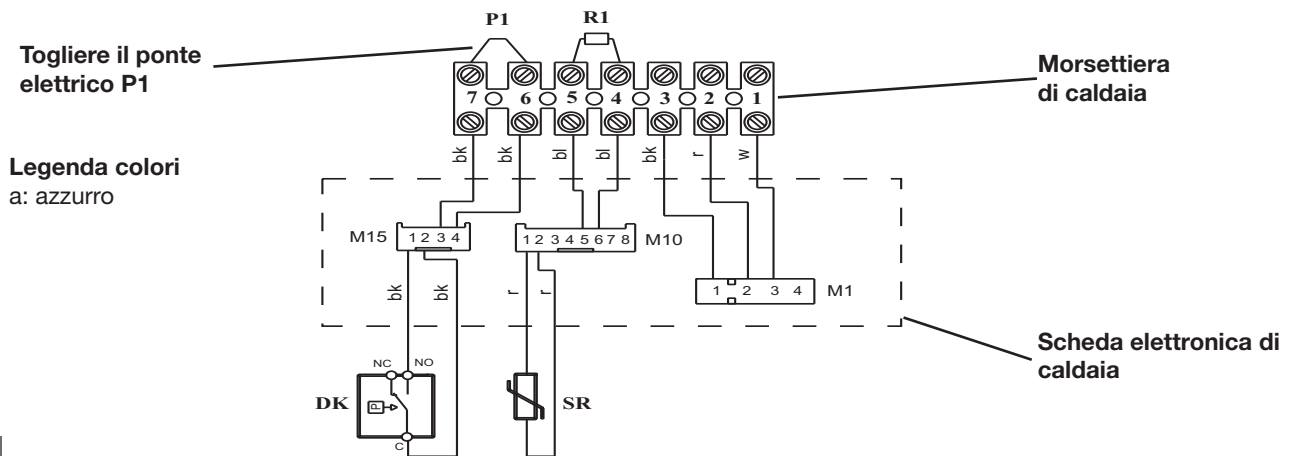

fig. 6
- togliere il ponte elettrico **P1** tra i morsetti 6 e 7 della morsetteria di caldaia (fig. 6);